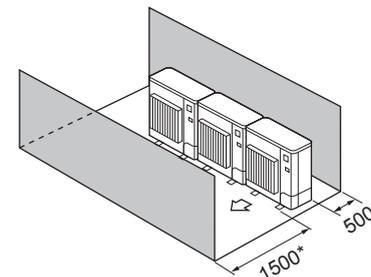

Fig. 2-11
- ④ Окружающие предметы - только спереди и сзади (Fig. 2-11)